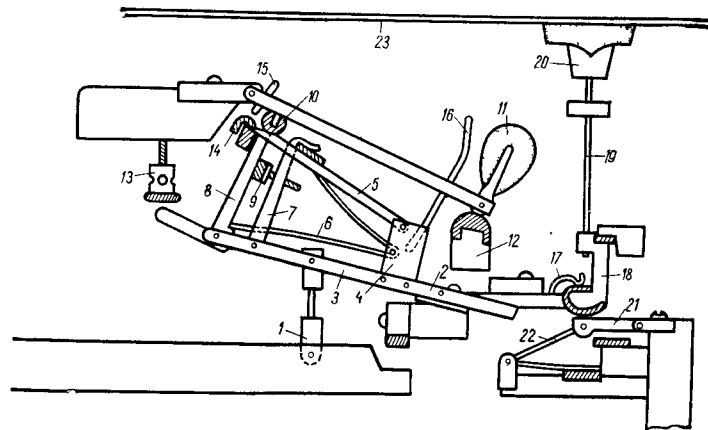

Рис. 17. Рояльный механизм с двойной репетицией системы Эрара (1823)
**Двойная репетиция.** Новая эпоха фортепианного искусства наступила с опубликованием в 1823 году Эраром своей системы механизма, получившей название механики с двойной репетицией (см. рис. 17). Швандер, Герц, Стейнвей, Лангер, Реннер лишь немного видоизменили этот первоначальный вид. В России своеобразный вариант двойной репетиции представляет механика Беккера (более поздние номера). Своеобразна механика Блютенра, в ней требуется особое внимание уделять балансу упругости длинных стальных пружинок и весу молотков.